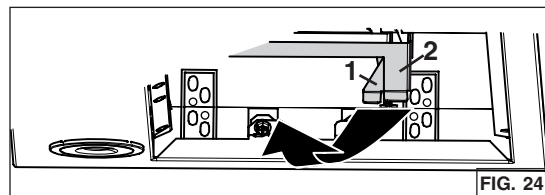

FIG. 24
NOTE: Si, pour quelque raison que ce soit, l'appareil devait être enlevé de l'armoire, il est possible de désengager les crochets *Ease of Install*. Pour ce faire, tout en retenant la hotte et en poussant sur un de ses côtés, lever simultanément les deux leviers des crochets *Ease of Install* (❶ et ❷, en gris dans la FIG. 24) de l'autre côté de la hotte jusqu'à ce que les crochets soient désengagés.